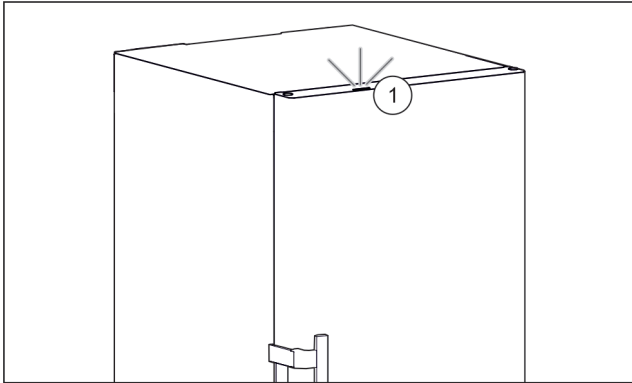

Fig. 41 Активне підсвічування стану, коли дверцята зачинено
- Підсвічування стану Fig. 41 (1) активовано.